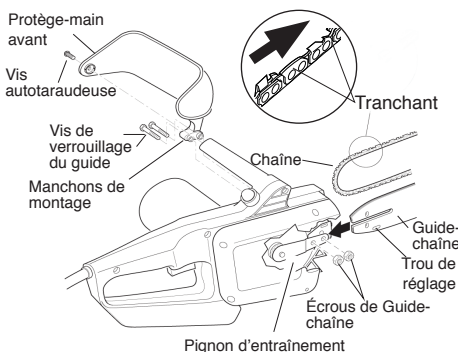

Figure 2 - Assemblage du guide-chaîne, de la chaîne et du protège-main
2. Installez le protège-main avant sur le corps de la scie. Pour ce faire, enfoncez les deux (2) manchons de montage du protège-main dans les trous de forme hexagonale du corps de la scie (voir la Figure 2).
8. Placez la chaîne autour du pignon d'entraînement de la chaîne, puis le long de la rainure supérieure du guide-chaîne et autour du nez du guide-chaîne. *Remarque :* Assurez-vous que les bords de coupe de la chaîne sont orientés dans la bonne direction. Positionnez la chaîne de manière à ce que les bords de coupe du haut du guide-chaîne soient orientés vers le nez du guide-chaîne (voir la Figure 2).